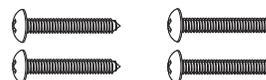

Figure 10
5. Fixer le tiroir à l'aide des 4 vis fournies. Voir la Figure 10.